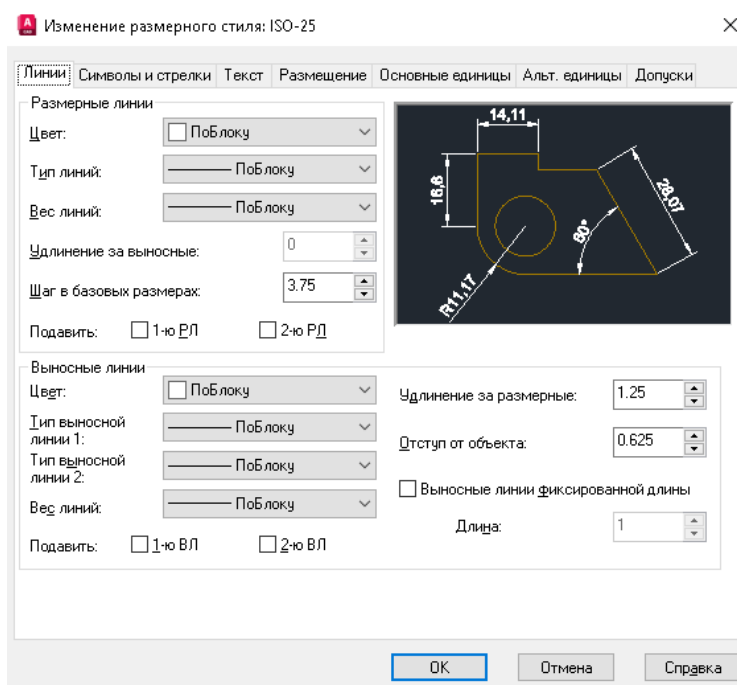

Рисунок 34 – Диалоговое окно Изменение размерного стиля
2. В открывшемся диалоговом окне **Modify Dimension Style** (Настройка стилей размеров): ISO-25 (см. Рис. 34) перейти на вкладку **Линии и стрелки** для редактирования параметров.